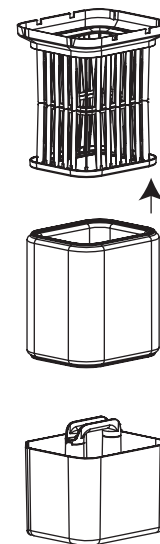

Рис. 9
3. Снимите сетку встроенного климатического комплекса, промойте ее чистой водой (рис. 9). Не используйте другие жидкости и вещества, кроме воды (бензин, растворители и т.д.).